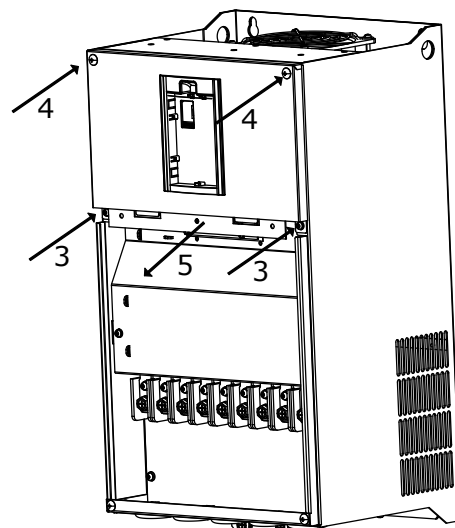

Рисунок 2.12 — Открытие верхней крышки ПЧ OptiCore A600-H45K-380-D-T и ПЧ большей мощности
- для снятия верхней крышки с помощью крестовой отвертки ослабить четыре невыпадающих винта (см. рисунок 2.12 поз. 3, 4);